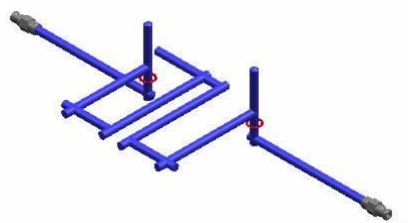
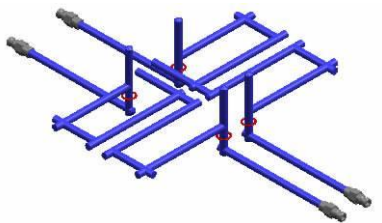

图5-98
图5-99
19. 选择所有冷却水道、防水圈和水嘴，如图 5-98 所示，在【装配】工具条中单击【镜像装配】按钮，弹出【镜像装配向导】对话框。单击【创建基准平面】、【XC-ZC】和【确定】按钮，然后单击4次【下一步>】和【完成】按钮创建镜像冷却水道，如图 5-99 所示。